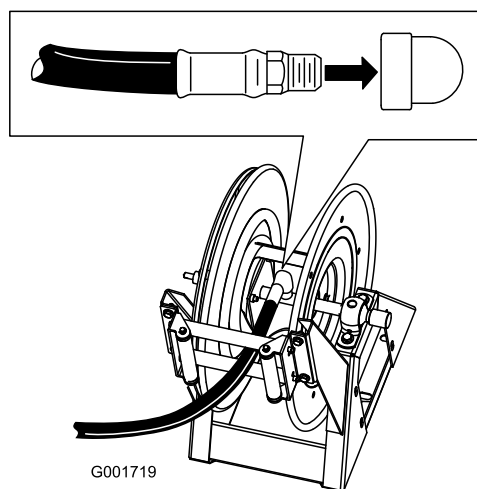

図 15
1. 長いホースのフィッティングのねじ山部分にテフロンTeflon®テープを巻き、フィッティングをリールの接続チューブに取り付ける図 15。